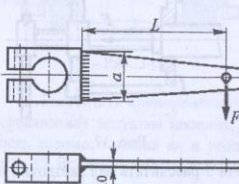

Рис. 38
1. Рассчитать сварное соединение двух частей клеммового рычага (рис. 38) по данным табл. 38.